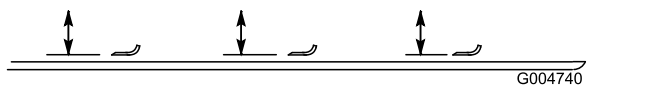

Figure 116
2. Tournez la lame dans le sens longitudinal et mesurez la distance entre l'intérieur du plateau de coupe et le tranchant à l'avant de la lame (Figure 116).